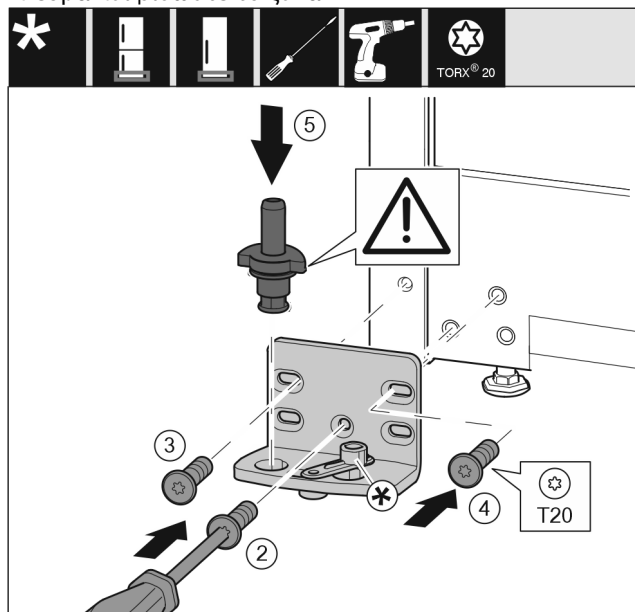

Fig. 20
- ▶ Εφαρμόστε το στήριγμα στην άλλη πλευρά και βιδώστε το με τη βοήθεια ενός κατσαβιδιού. Αρχίστε με τη βίδα Fig. 20 (2) κάτω στο κέντρο.
- ▶ Σφίξτε τη βίδα Fig. 20 (3) και τη βίδα Fig. 20 (4).
- ▶ Τοποθετήστε ολόκληρο τον πείρο Fig. 20 (5). Βεβαιωθείτε ότι το έκκεντρο ασφάλισης είναι στραμμένο προς τα πίσω.